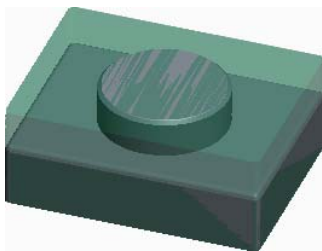

图 3.13.2 制造模型
Step2. 在工具栏中单击“打开”按钮 ，从弹出的“文件打开”对话框中，选取三维零件模型——mill_blend.asm 作为制造零件模型，并将其打开。此时工作区中显示图 3.13.2 所示的制造模型。